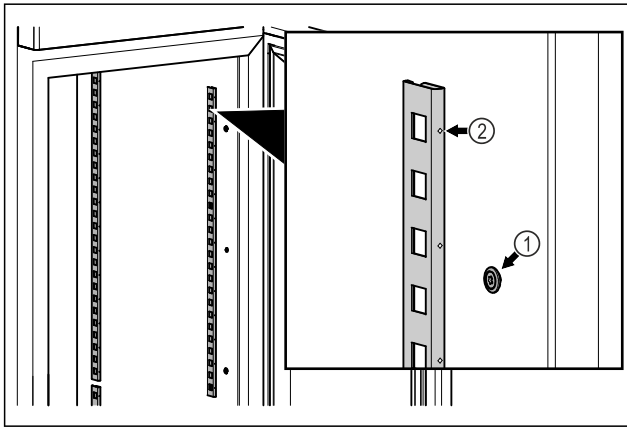

Fig. 56 Primjer izgleda
- ▶ Zakvačite letvice u ovjes Fig. 56 (1). Oznaka Fig. 56 (2) mora biti okrenuta prema naprijed.